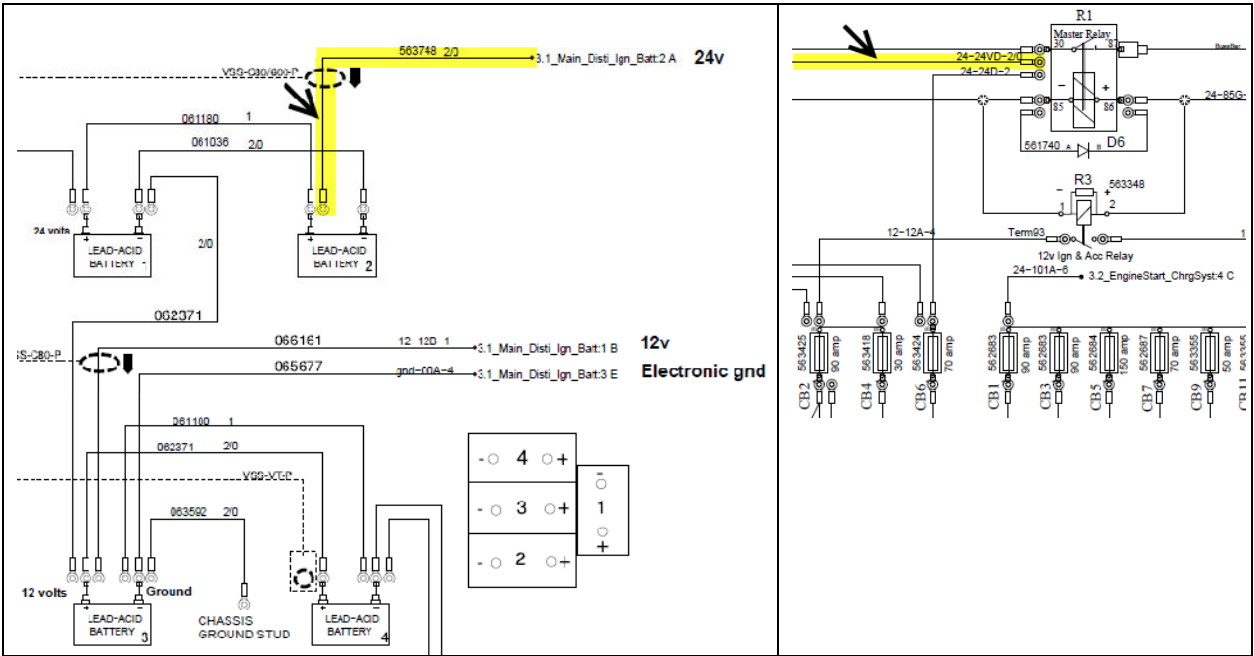

Figure 9
- dans le **compartiment des batteries** et entre la **batterie #2 et le relais principal R1** (Figure 9).